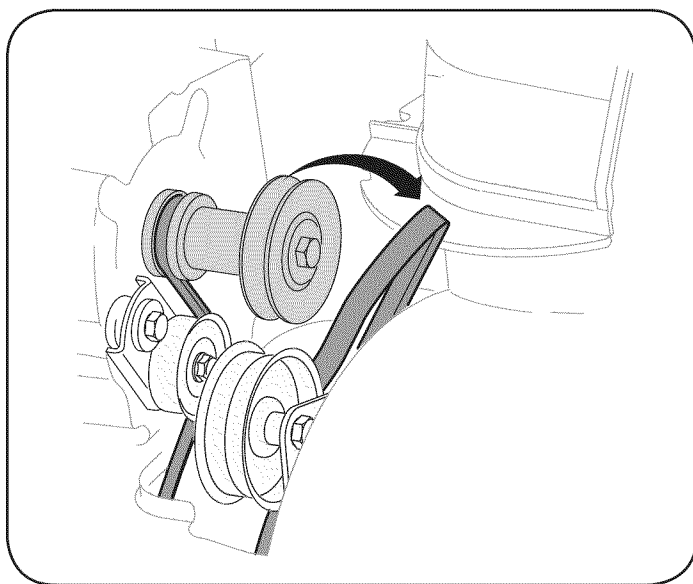

Figura 22
3. Saque la correa de la barrena de la polea del motor. Vea la Figura 22.